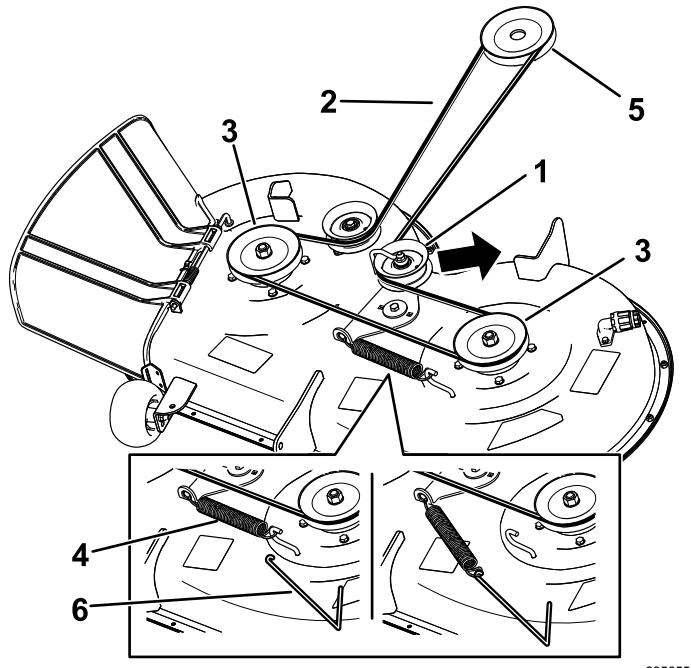

Figura 54
2. Tornillos (3)
- Con una herramienta para la retirada de muelles (Pieza Toro N° 92-5771), retire el muelle tensor del gancho de la carcasa para eliminar la tensión de la polea tensora y retire la correa de las poleas (Figura 54).
- Pase la correa nueva alrededor de las poleas del motor y del cortacésped (Figura 54).
- Con una herramienta para la retirada de muelles (pieza Toro n.º 92-5771), instale el muelle tensor sobre el gancho de la carcasa y tense la polea tensora y la correa del cortacésped (Figura 54).